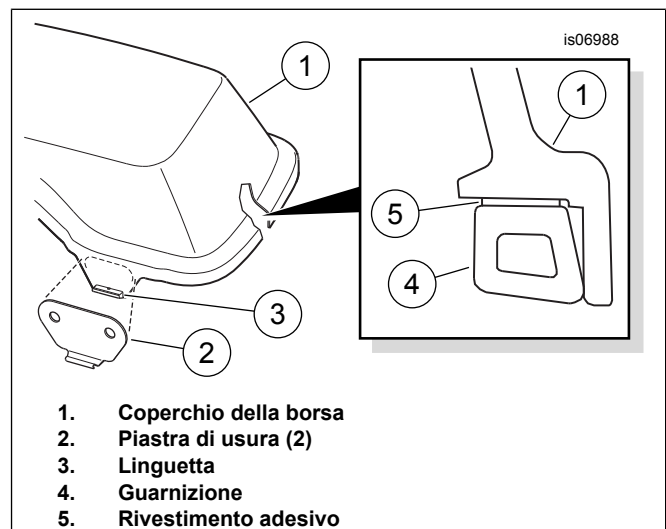

Figura 3. Assemblare le piastre di usura e la guarnizione sul coperchio della borsa
2. Vedere Figura 3. Rimuovere il rivestimento dal retro adesivo di una delle piastre di usura (2). Posizionare con cautela la piastra di usura sul coperchio della borsa (1), centrandola sulla linguetta (3) e premere decisamente per insediarla. Tenere ferma la piastra di usura in posizione con una pressione costante per circa un minuto. Ripetere con la seconda piastra di usura sull'altro lato del coperchio.
- Orientare la guarnizione con il **bordo alto** verso il labbro esterno del coperchio, come indicato nella Figura 3.
4. Rimuovere gradualmente il rivestimento dal retro adesivo (Figura 3, elemento 5) della guarnizione del coperchio della borsa (4) mentre si preme la guarnizione in sede intorno al perimetro interno del coperchio (1), come illustrato.